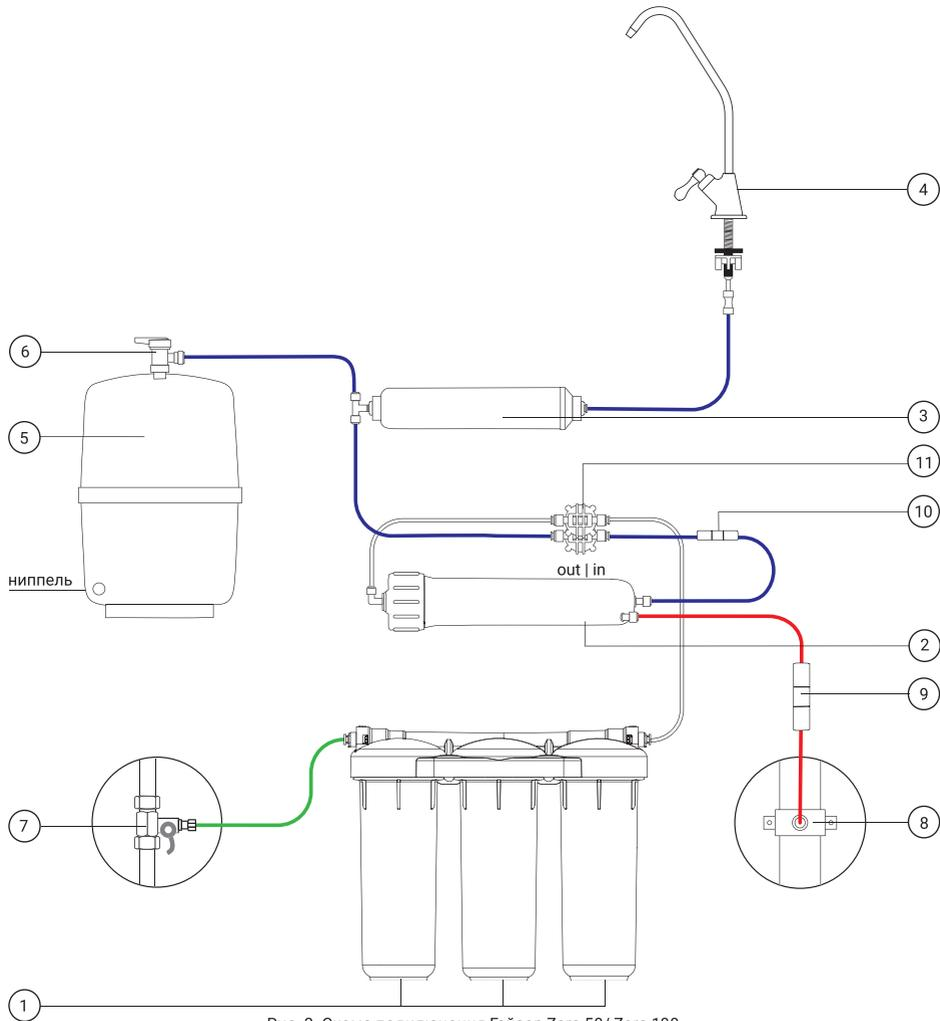
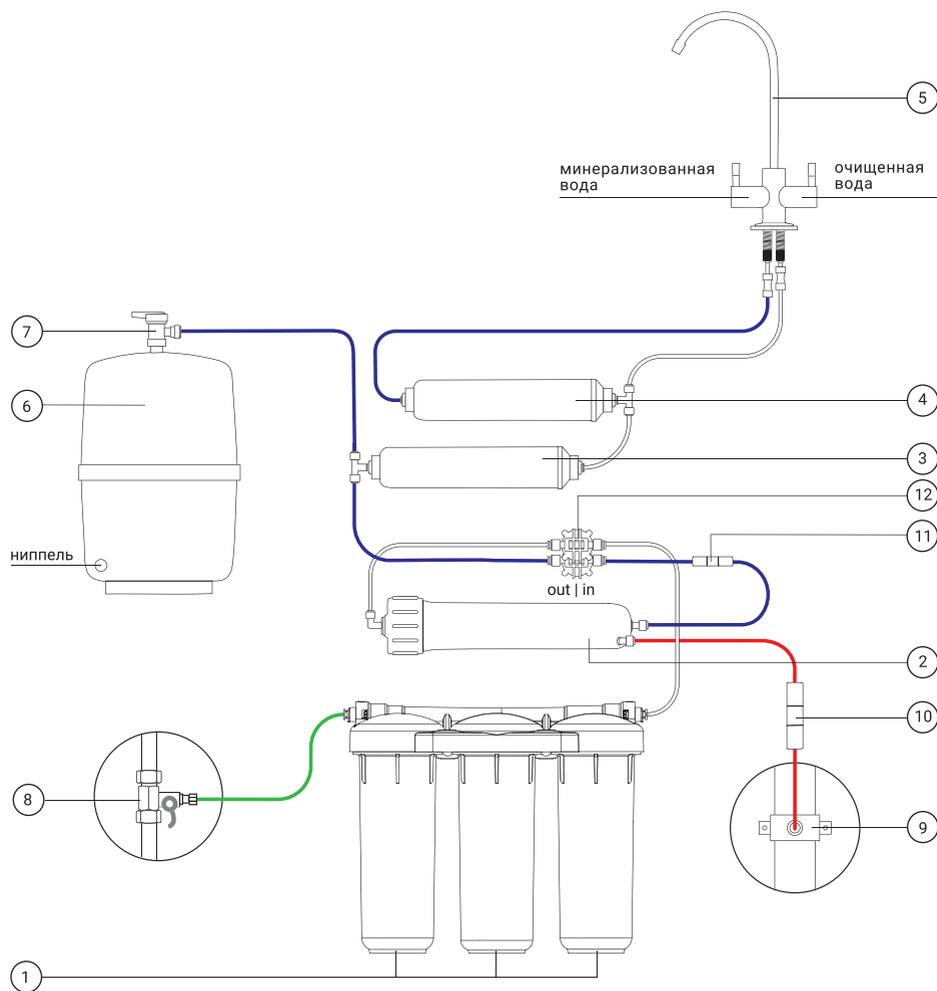

Рис. 2. Схема подключения Гейзер Zero 50/ Zero 100.
Рис. 3. Схема подключения Гейзер Zero 50M/Zero 100M.
6. Согласно схеме подключения (рис. 2, рис. 3) подключите одну часть синей пластиковой трубки в фитинг-тройник, подключенный к угольному постфильтру. Другой конец трубки подключите в фитинг на выход из угольного постфильтра. В фильтрах с минерализатором белую пластиковую трубку из комплекта поставки подключите в фитинг на выход из минерализатора.